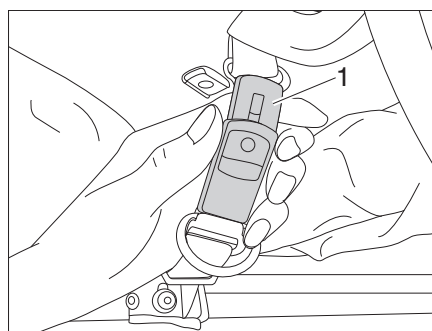

Figure 43 Ouvrir la sangle de sécurité
- Ouvrir les sangles de sécurité (Figure 43,1).